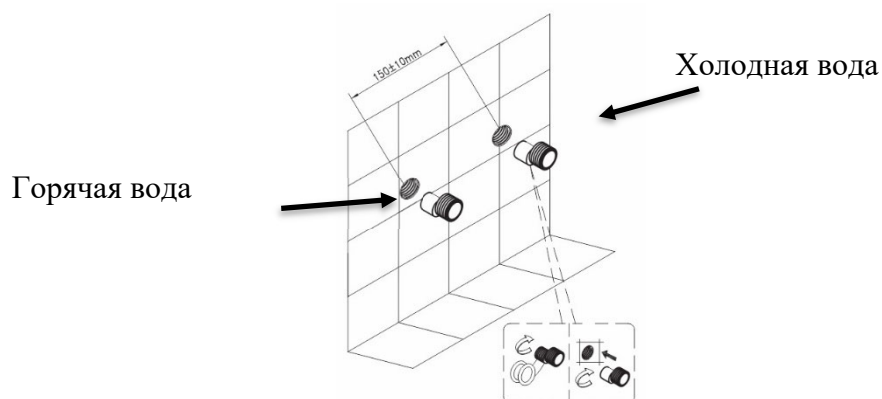

Рисунок 2
9. Вкрутите эксцентрические переходы (часть номер 13) в выходы трубопроводов системы водоснабжения, предварительно уплотнив резьбовую часть изоляционным материалом и обеспечив расстояние 150 мм между осями эксцентриков. При этом положение смесителя должно быть горизонтальным (Рисунок 2).